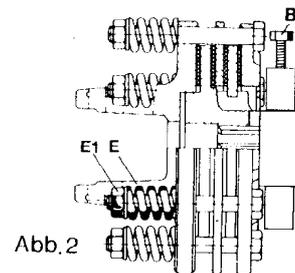

Abb.2
Nella trasmissione cardanica del tipo 2500, la coppia deve essere modificata con il dado E1 (Fig. 2). I giri del dado indicati nella Tabella portano più o meno alla coppia "fornita" (serrare energicamente il dado E1 in modo che le molle E siano tese senza alcun gioco. Da questo momento contate i giri del dato indicati, le molle devono essere tutte precaricate in egual misura).
**Tipo 2500:** scaricare completamente le molle E (Fig. 2).